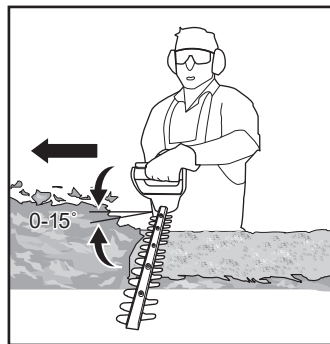

Fig. 8
7. După tăierea părților laterale, continuă cu vârful. Încearcă să ții dispozitivul de tăiere înclinat la aproximativ 15° față de suprafața de tăiere (fig. 8).